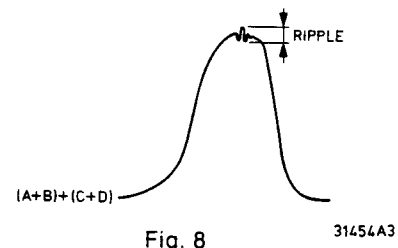

Fig. 8
- An dem A-Kanal des Oszilloskops ist das Summensignal (A+B)+(C+D) sichtbar (siehe Bild 8).